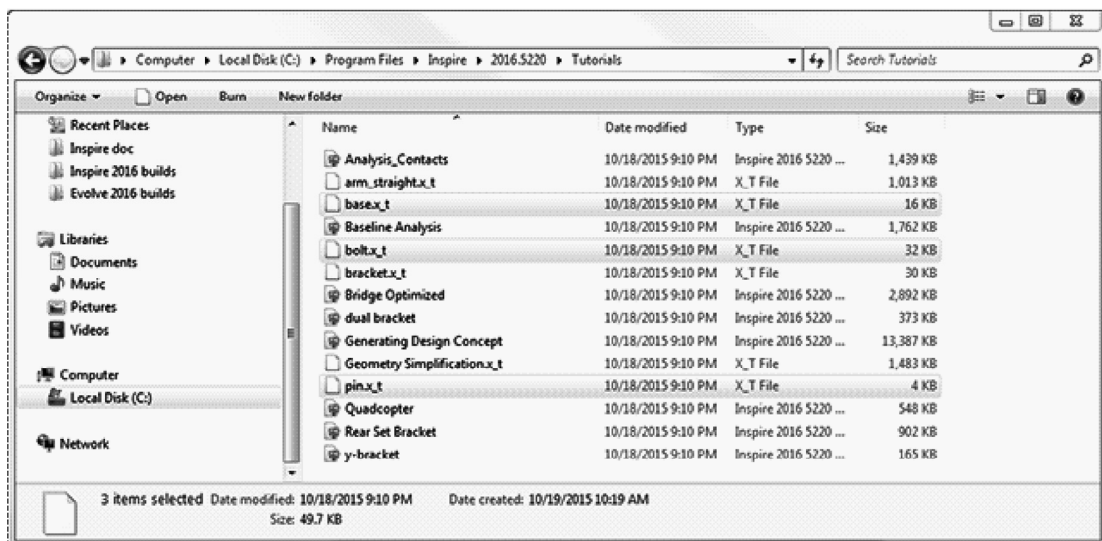

图 3-4
6) 保持 bracket.x_t 模型在模型视窗中可见, 打开 Windows 资源管理器再次浏览到 Tutorials 目录, 如图 3-4 所示。